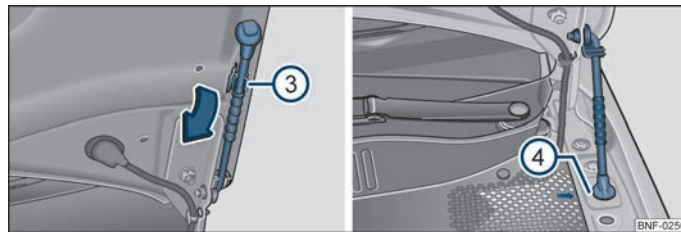

Bild 91 Säkra motorhuven
- Ta ut luckans stöd i pilens riktning ③ ⇒ bild 91 ur hållaren och säkra den öppnade motorhuven, genom att sätta in änden på stödet i det därför avsedda hålet ④ ⇒ bild 91.
- Lyft upp motorhuven något och ta loss huvstödet ④ ⇒ bild 91. Tryck in huvstödet i den här för avsedda hållaren.